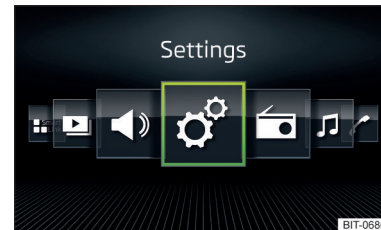

Abb. 130
- › Die Option **Raster-Anzeige** » **Abb. 129** oder **Horizont. Anzeige** » **Abb. 130** wählen.